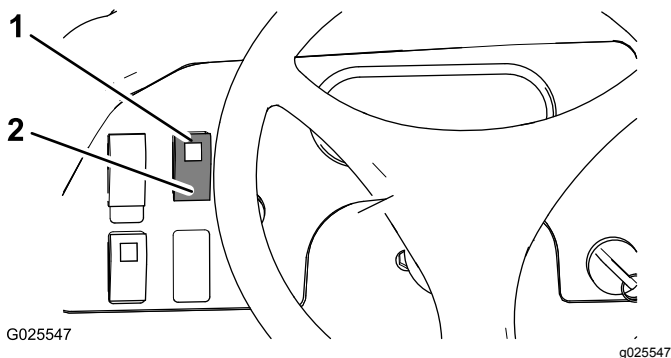

Bild 24
- Drücken Sie den Differenzialsperreschalter nach oben, um das Differenzial zu sperren (Bild 24).
- Drücken Sie den Differenzialsperreschalter nach unten, um das Differenzial zu entsperren (Bild 24).